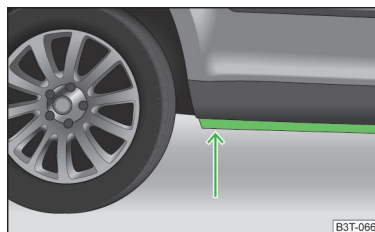

Fig. 129
- El nivel del agua debe llegar como máximo al alma del larguero inferior » fig. 129.